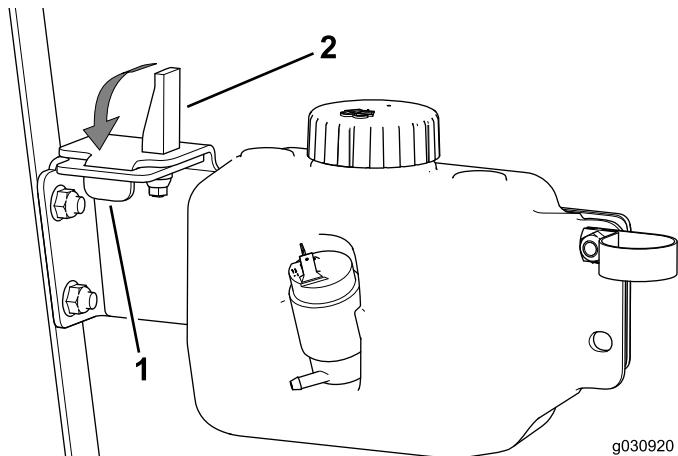

Figure 36
- Insérez la languette dans la fente et la bague du loquet à expansion dans le trou de la patte de montage du réservoir (Figure 36).
- Abaissez le loquet à expansion (Figure 36).